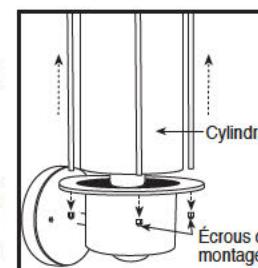

Figure 5 Appliques cylindriques
- d. For Cylinder fixtures, unscrew the assembly nuts from bottom, lift body of fixture slightly. Insert bulb. Reattach body using assembly nuts. (see figure 5)
- Si l'applique est cylindrique, dévisser les écrous de montage inférieurs et soulever légèrement le corps de l'applique. Insérer l'ampoule. Refixer le corps de l'applique au moyen des écrous de montage ((voir la figure 5)).